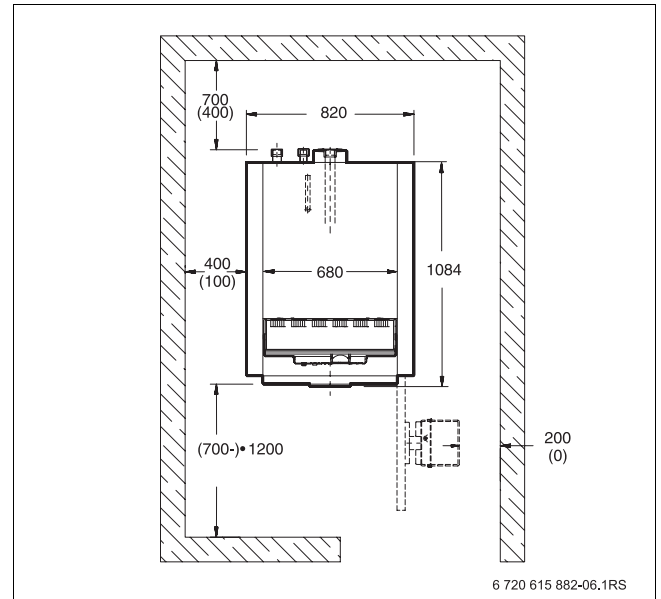

Рис. 2 Помещение установки оборудования (размеры в мм, значения в скобках () являются минимальными расстояниями)
- ▶ При сооружении фундамента или площадки под котёл выдерживайте приведенные минимальные расстояния от стен (значения в скобках) (→ рис. 2 и таб. 4) для беспрепятственного проведения монтажа и технического обслуживания.